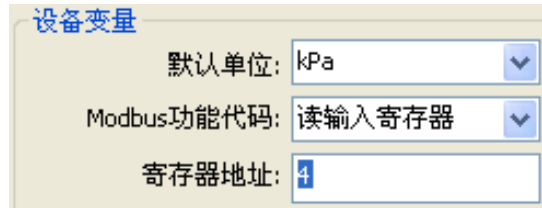

图 5.66 寄存器地址选择
1. 选择“详细设计”->“传感器”->“寄存器地址”对应的下拉框中，如图 5.66 所示：